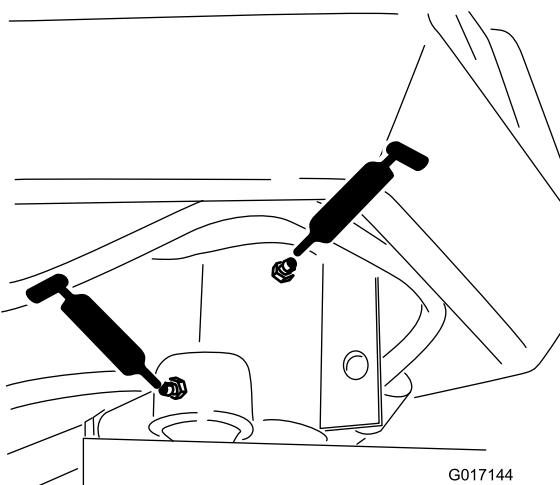

Figura 32
- Eixo da direção (1) (Figura 32)
- Extremidade da barra do cilindro da direção (Figura 32)